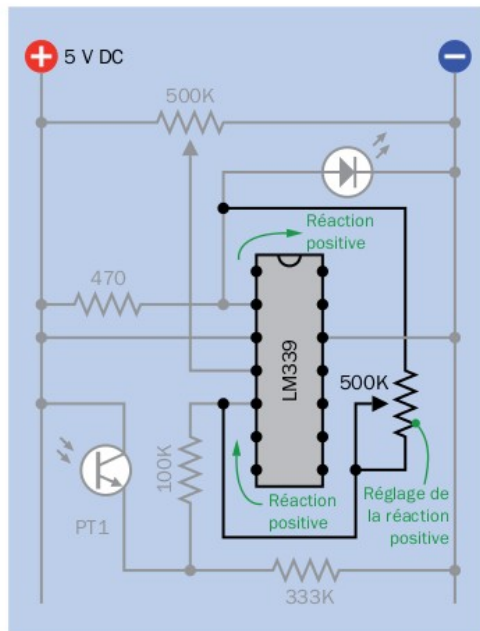
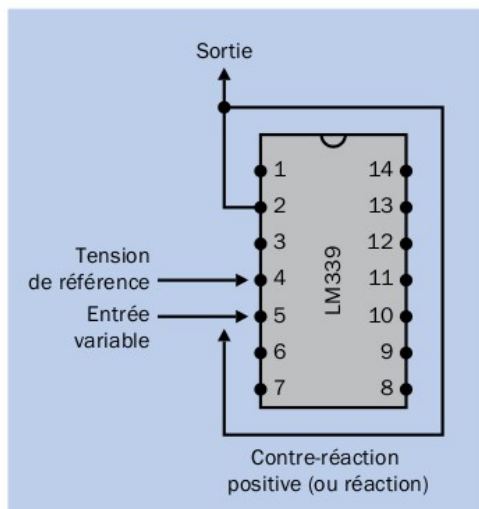
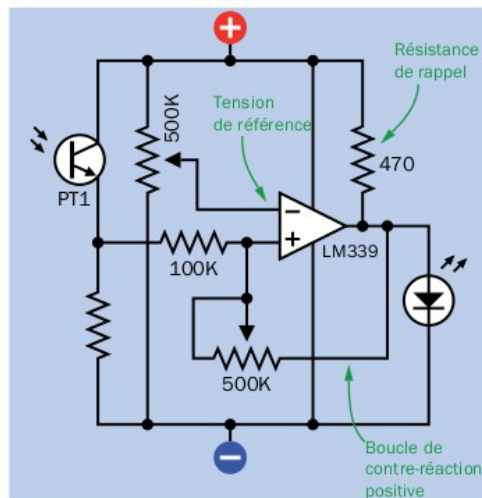

Figure 6-3. Le comparateur de base a été modifié afin de rationaliser sa sortie, en ajoutant une réaction. Le précédent câblage est en gris.
Figure 6-5. Principe de la contre-réaction positive.
Figure 6-13. Schéma plus conventionnel d'un circuit comparateur à contre-réaction positive.
Sur la fig. 6-3, il s'agit du même circuit que précédemment, toutefois, un potentiomètre a été ajouté à droite. La fig. 6-4 ci-contre montre la réalisation de ce circuit sur une plaque de montage.
Le principe du circuit est expliqué sur la fig. 6-5. Remarquez que la broche 2 du comparateur est reliée à la broche 5. La patte 2 est la sortie (rappelez-vous qu'elle contrôle la LED). La broche 5 est l'entrée variable à laquelle le phototransistor est relié au travers de la résistance de 100K. Ainsi, le second potentiomètre sur la fig. 6-3 absorbe en partie la tension réinjectée par la sortie vers l'entrée. C'est la contre-réaction positive ou réaction.
- La plupart des comparateurs doivent être reliés à des composants présentant une forte impédance d'entrée comme les circuits intégrés logiques. Cette catégorie de composants nécessite un très faible courant, vous pouvez donc recourir à une résistance de rappel de valeur relativement élevée, habituellement 5K. La résistance de 470 Ω utilisée dans le schéma de la fig. 6-3 est relativement faible car le comparateur doit piloter une LED.
Le schéma que je vous ai montré à la fig. 6-3 a été conçu afin de faciliter son transfert sur une plaque de montage. Mais certaines personnes ne vous simplifieront pas le montage d'un circuit sur une platine. Elles ont pour habitude de placer la tension d'alimentation positive en haut de leur schéma, le pôle négatif de la masse en bas, l'entrée à gauche et la sortie à droite. Cette convention offre une meilleure compréhension d'un circuit lorsqu'on l'observe pour la première fois. La fig. 6-13 page suivante est un exemple de schéma conventionnel utilisant un comparateur. Les composants et les connexions sont en fait les mêmes que sur la fig. 6-3.